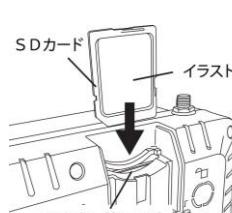

図 3
②SDカードのイラスト面の向きを確認し、SDカードスロットに“カチ”と音がするまで差し込んでください(図3参考)。
③SDカード挿入後に、SDカードスロットカバーを再度取り付けしてください。